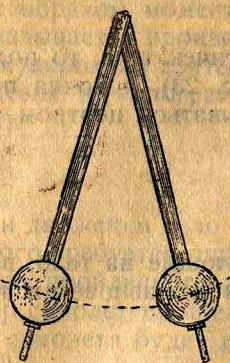

Рис. 25.
2. Устойчивое равновесие — равновесие, характеризующееся тем, что тело, выведенное из первоначального положения равновесия, стремится снова занять прежнее свое положение. Примером такого равновесия служит маятник (рис. 25). Благодаря тому, что центр тяжести маятника находится ниже точки опоры, будучи выведенным из первоначального положения равновесия, он будет стремиться занять прежнее положение.